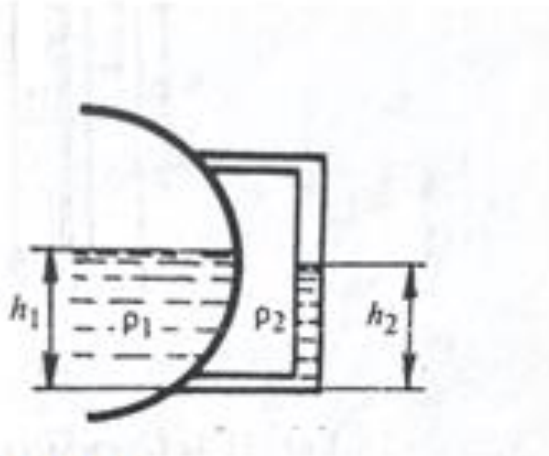

Рис.1
6. На структурной схеме измерения расхода по перепаду давления на СУ (рис.1.) цифрой «2» обозначен:
8.Схема какого уровнемера представлена на рис.1